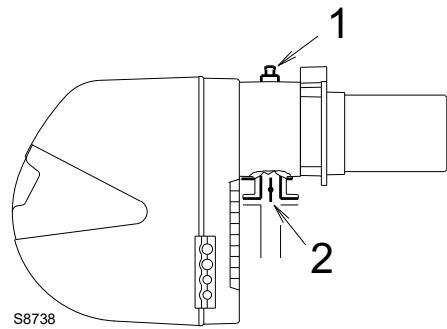

Abb. 23
Gasdruck gemessen an Anschluss 1)(Abb. 23), mit:
Strömungsverlust Gasdrossel 2)(Abb. 23) bei maximaler Öffnung: 90°.
- Ziehen Sie vom Gasdruck am Anschluss 1)(Abb. 23) den Druck in der Brennkammer ab.
Zur Ermittlung des für den an der Entnahmestelle 1)(Abb. 23), erforderlichen Gasdrucks, nachdem die gewünschte Leistung des Brenners festgelegt wurde:
- Rechts, in Spalte 1, den Druck an der Entnahmestelle 1)(Abb. 23) ablesen
erforderlicher Druck an der Entnahmestelle 1)(Abb. 23).